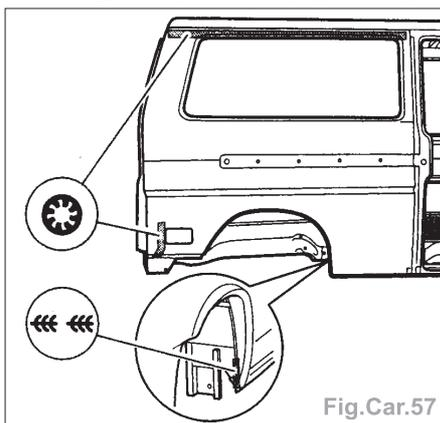

Fig.Car.57
- le panneau latéral par bouchonnage sous gaz de protection (Fig.Car.57),